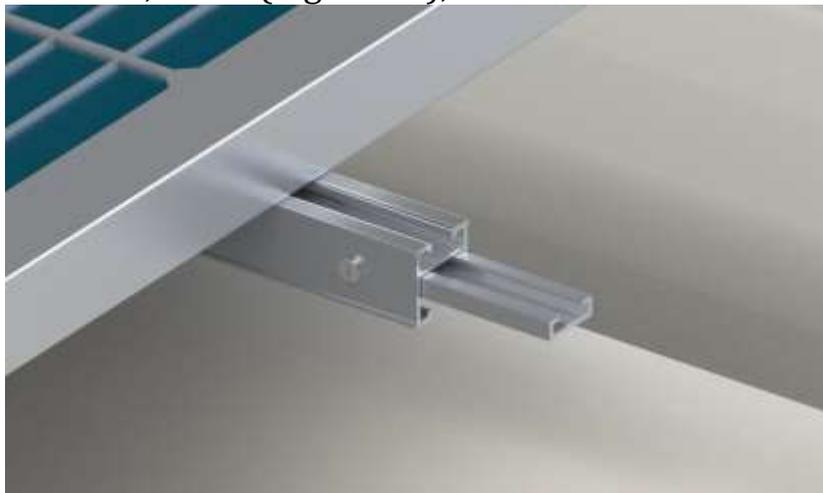

Figura 13 – Emenda Perfil Alumínio
4.3 - Emendar o perfil de alumínio com a emenda p/perfil alumínio TF 007 e parafuso A.B PH 4,2 x 13 (Figura 13);